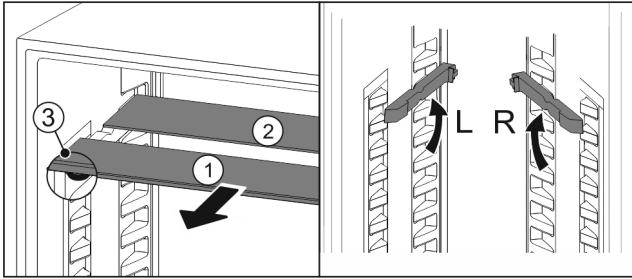

Fig. 168
- Glasplatten einzeln nach vorne herausziehen Fig. 168 (1).
- Glasplatte Fig. 168 (1) mit Zierleiste liegt vorne.
- Stopps Fig. 168 (3) zeigen nach unten.